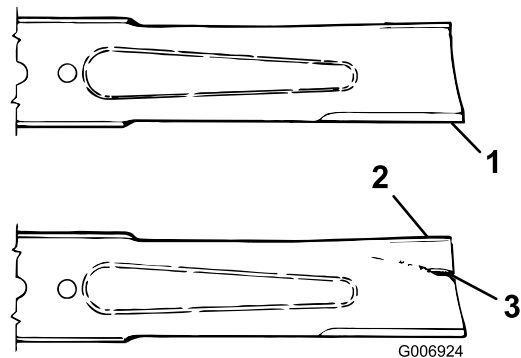

Figura 15
2. Verificate accuratamente i taglienti, con particolare attenzione ai punti d'incontro delle sezioni piatta e curva della lama (Figura 15). Sabbia e materiali abrasivi possono consumare il metallo che connette le sezioni piatta e curva della lama, per cui si consiglia di controllare la lama prima di usare la macchina. Se notate che la lama è consumata (Figura 15), sostituirla; consultate il paragrafo Rimozione della lama.
Se continuate ad usare la lama usurata, si forma una scanalatura tra la costa e la sezione piatta della lama (Figura 15). Alla fine, un pezzo di lama può staccarsi e venire lanciato dal sottosocca, con il rischio di ferire gravemente voi o gli astanti.